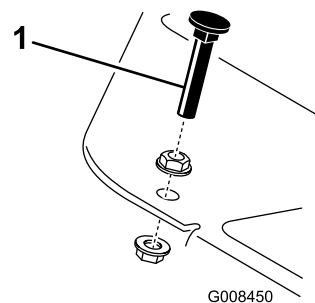

Bild 50
Treten Sie auf das Gaspedal. Wenn das Pedal den Anschlag erreicht (Bild 50), bevor das Kabel gespannt ist, müssen Sie die Einstellung ändern:
1. Lösen Sie die Bundsicherungsmuttern, mit denen der Pedalanschlag an der Bodenplatte befestigt ist (Bild 50).